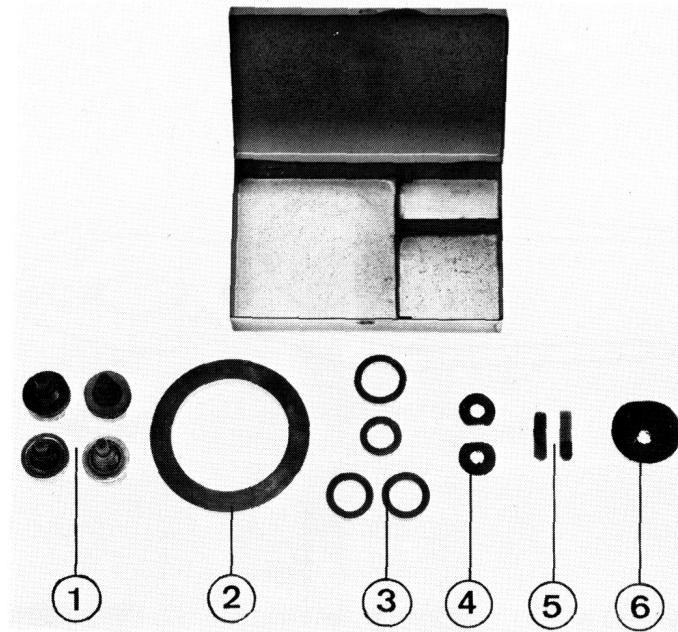

Fig 23
36. Schachtel mit Ersatzteilen (Fig 23) enthaltend:
① 4 Düsen mit Sieb komplett ALN 291-7173 mit:
Boîte avec pièces de rechange (Fig 23) contenant:
Scatola con pezzi di ricambio (Fig 23) contiene: